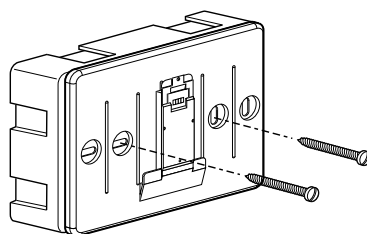

fig. 2
- Fixe a base do aparelho na caixa da parede, utilizando os parafusos fornecidos no kit (fig.2)